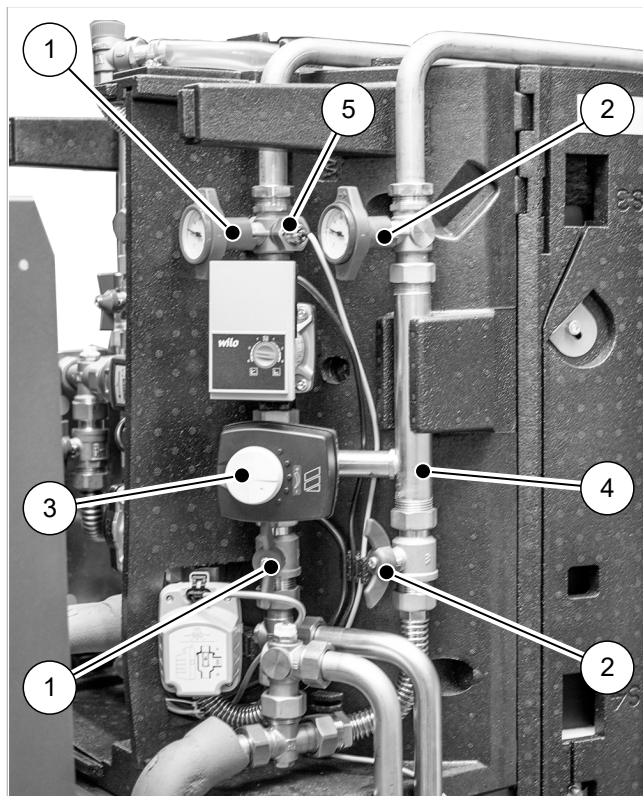

Abb. 5: SolvisBen mit HKS 4.0
1. Den vorhandenen Vorlauf-Temperatursensor S12 → Abb. 5 (5) aus der Hülse des Vorlaufkugelhahns ziehen. Dazu vorher die Sicherungsschraube an der Hülse lösen.